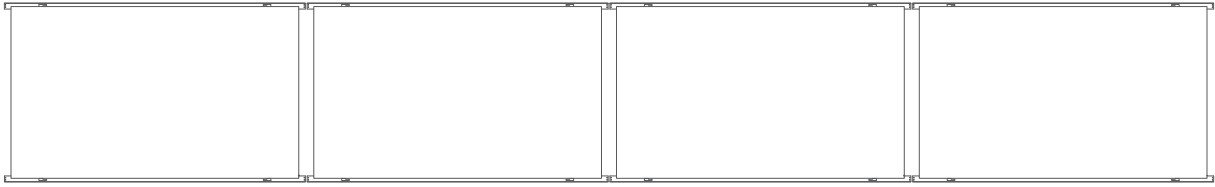
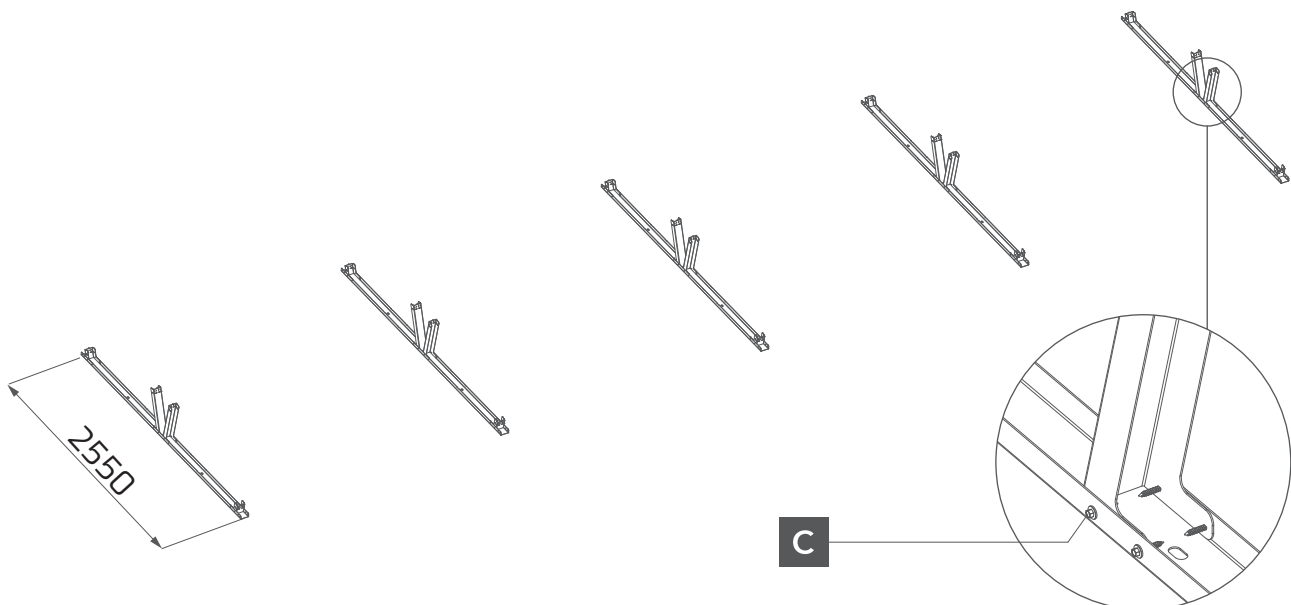

Abb. 1 Modularer Aufbauplan
Abb. 2 Anordnung der Montagedreiecke
- 1 Vor der Installation muss der Grundrissplan für die Module (Abb. 1) und die Montage-dreiecke (Abb. 2) festgelegt werden. Die Art der Befestigung der Montagekonstruktion an der Dachplatte hängt vom Typ der Dachplatte ab und wird individuell gewählt.